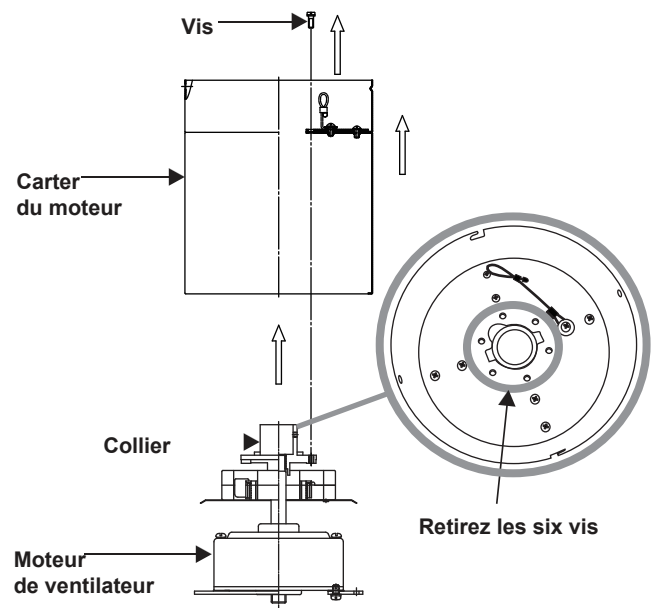

Figure 4
1. Retirez le carter du moteur du ventilateur en retirant les six vis du bord du carter du moteur. (Fig. 4)